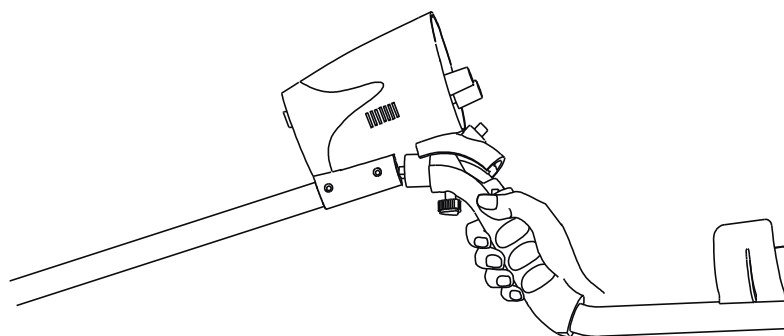

Figura.1
1. Alinee la pieza redonda de plástico que se eleva por el mango, con el surco inferior redondeado situado en la parte inferior del cuadro de control (Figura.1). Empuje fuerte las dos piezas.